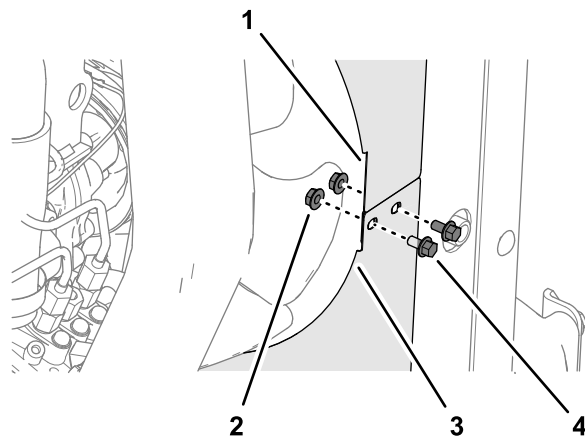

**Figura 36**
7. Fissate la copertura superiore al radiatore/refrigeratore dell'olio (Figura 36) con 3 viti autofilettanti ( $\frac{1}{4}$ " x  $\frac{3}{4}$ ").